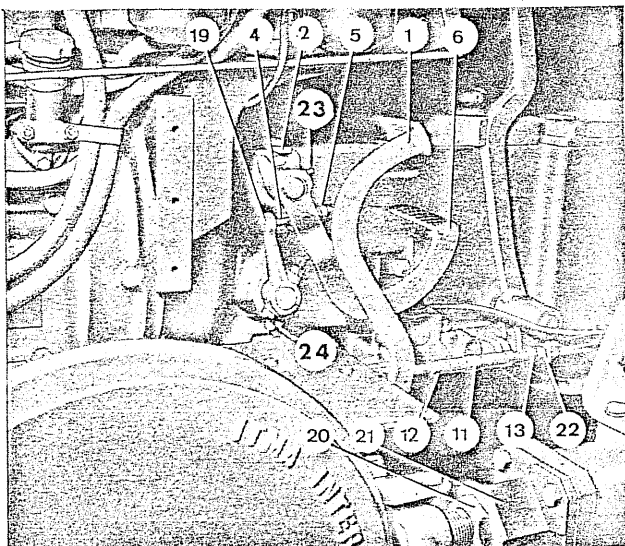

Fig. 8
8.3 -FRENI A PEDALE E CON LEVE DI STERZO (fig. 8 e 7)